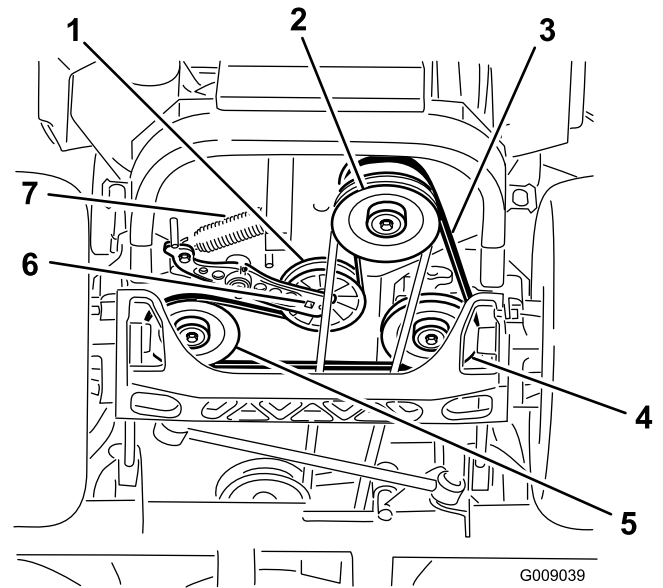

Bild 75
5. Setzen Sie eine Ratsche in das rechteckige Loch im Spannarm ein, um die Spannscheibenfeder zu entfernen (Bild 75).
6. Haken Sie die Spannscheibenfeder vom Rahmen aus (Bild 75).
9. Setzen Sie einen Schraubenschlüssel in das rechteckige Loch im Spannarm ein, um die Spannscheibenfeder im Rahmen einzusetzen (Bild 75).
4. Heben Sie die Maschine an und stützen Sie sie mit Stützböcken ab (Bild 75).